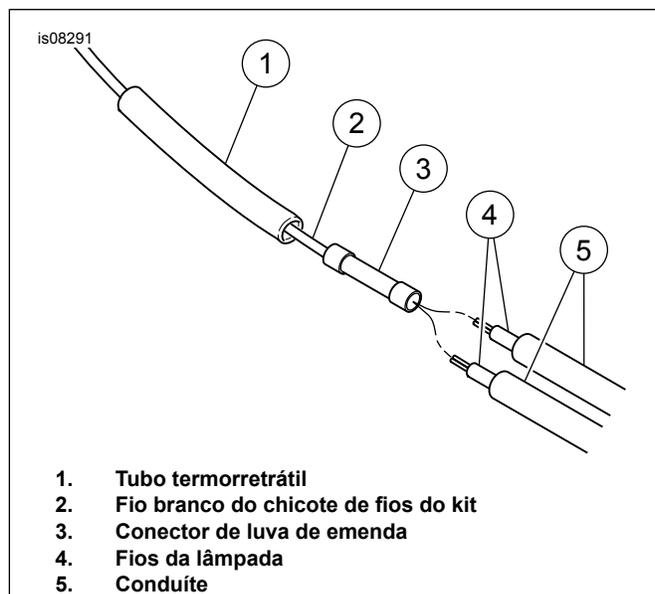

Figura 9. Conecte os fios da lâmpada no chicote de fios do kit
20. Veja Figura 9 e Manual de serviço. Deslize o tubo termorretrátil (1) sobre o fio branco do chicote de fios do kit (2) e crimpe o conector elétrico (3) no fio com uma ferramenta de crimpagem (H-D 38125-8).
21. Traga ambos os fios da lâmpada (4) para o conector. Corte os fios, deixando aproximadamente 25 mm (1 pol.) do fio para ultrapassar o conector de luva de emenda. Corte o conduíte (5) aproximadamente 38 mm (1-1/2 pol.) antes da extremidade do fio.
23. Insira as extremidades de ambos os fios da lâmpada (4) no conector elétrico (3) e crimpe os fios no conector com a ferramenta de crimpagem.